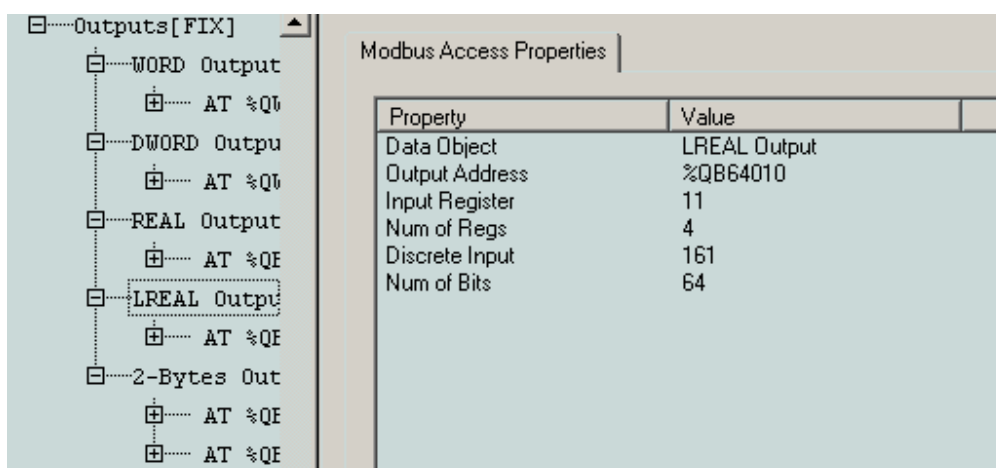

Рис. 6. Параметры доступа к объекту данных сервера MODBUS
2. Выбрать отдельный объект в дереве конфигурации, получить параметры доступа к интересующему объекту, как показано на рис. 6.